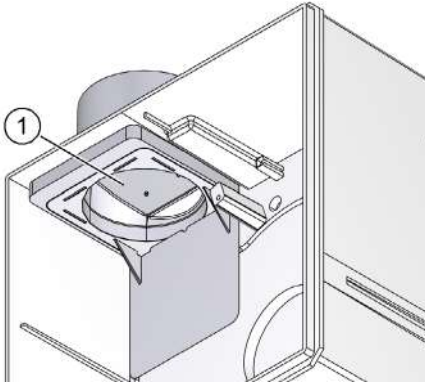
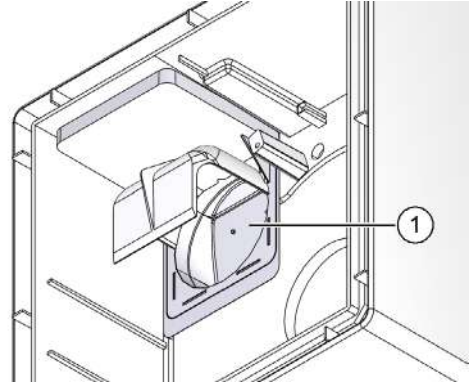

Abb. 4: Rückschlagklappe überprüfen,
Abb. 5: Rückschlagklappe überprüfen,
- Überprüfen Sie die Rückschlagklappe (Pos. 1 in Abb. 4 oder in Abb. 5) auf Funktion und Freigängigkeit. Entfernen Sie eventuell vorhandene Verschmutzungen.